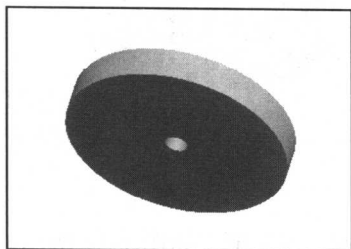

图 1-29 生成的拉伸 1 效果
(5) 在“拉伸”操控板右侧单击“确定”按钮，生成拉伸1效果，如图1-29所示。